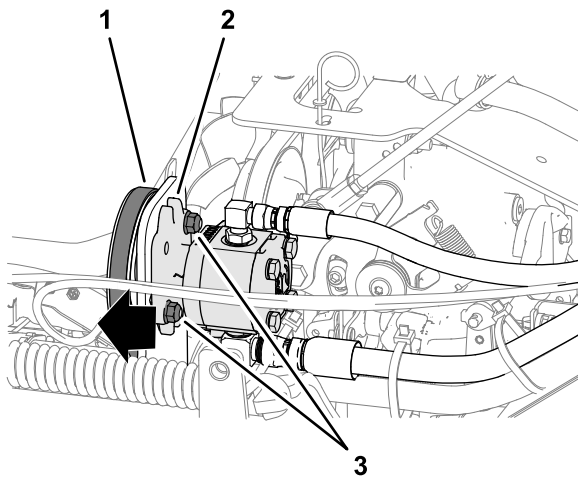

Figure 51
3. Desserrez les 2 contre-écrous à embase ($\frac{3}{8}$ po) qui fixent la pompe auxiliaire au support de montage (Figure 51).
4. Poussez la pompe vers l'extérieur (Figure 51) dans les fentes et serrez les contre-écrous à embase à un couple de 37 à 45 N·m (27 à 33 pi·lb).